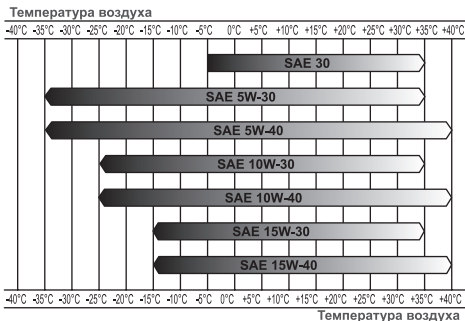

Рис. 11 Определение вязкости масла
*Нельзя применять масло для двухтактных двигателей. Рекомендуется применять моторное масло для четырёхтактного бензинового двигателя категории SJ и выше по системе классификации API. Вязкость масла по классификации SAE выбирается в зависимости от температуры окружающего воздуха, при которой будет работать двигатель. При выборе вязкости масла пользуйтесь таблицей, показанной на Рис. 11.*